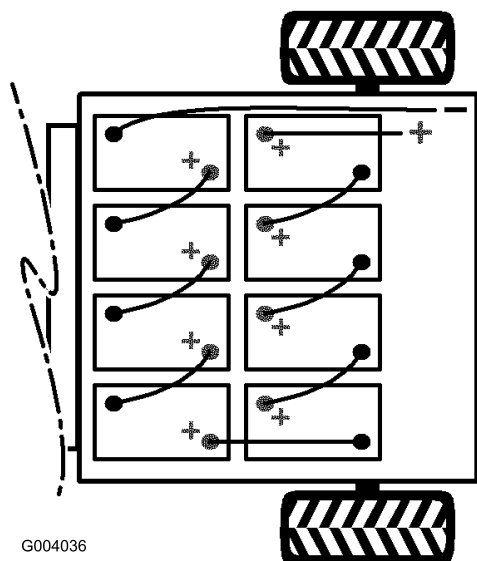

図 6
4. バッテリーは 図 6 のように配置する。
極性に十分注意してください（図 6）。
9. マイナスのメイン・ケーブル（黒）でバッテリーを車両に接続する（図 6）。
6. 図 6に示すように、付属部品に入っているバッテリー・ケーブルで、バッテリーを相互に接続する。ケーブルが、鋭利な金属部などに触れないよう、注意すること。
7. ボルトを締めつけ、新しいボルト（&ボルト5\_16x3\_4）とフランジ・ナット（ナット5\_16;）でクリップのもう一方の側を固定する（図 6）。
8. プラスのメイン・ケーブル（赤）でバッテリーを車両に接続する（図 6）。